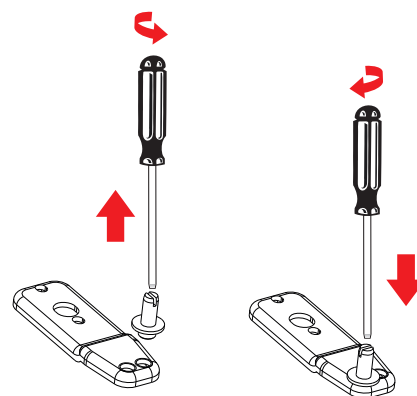

Abb. 16
- ▶ Entfernen Sie den Zapfen des unteren Scharniers mit einem Schlitzschraubendreher und drehen Sie den Zapfen in das gegenüberliegende Bohrloch wieder ein (Abb. 16).